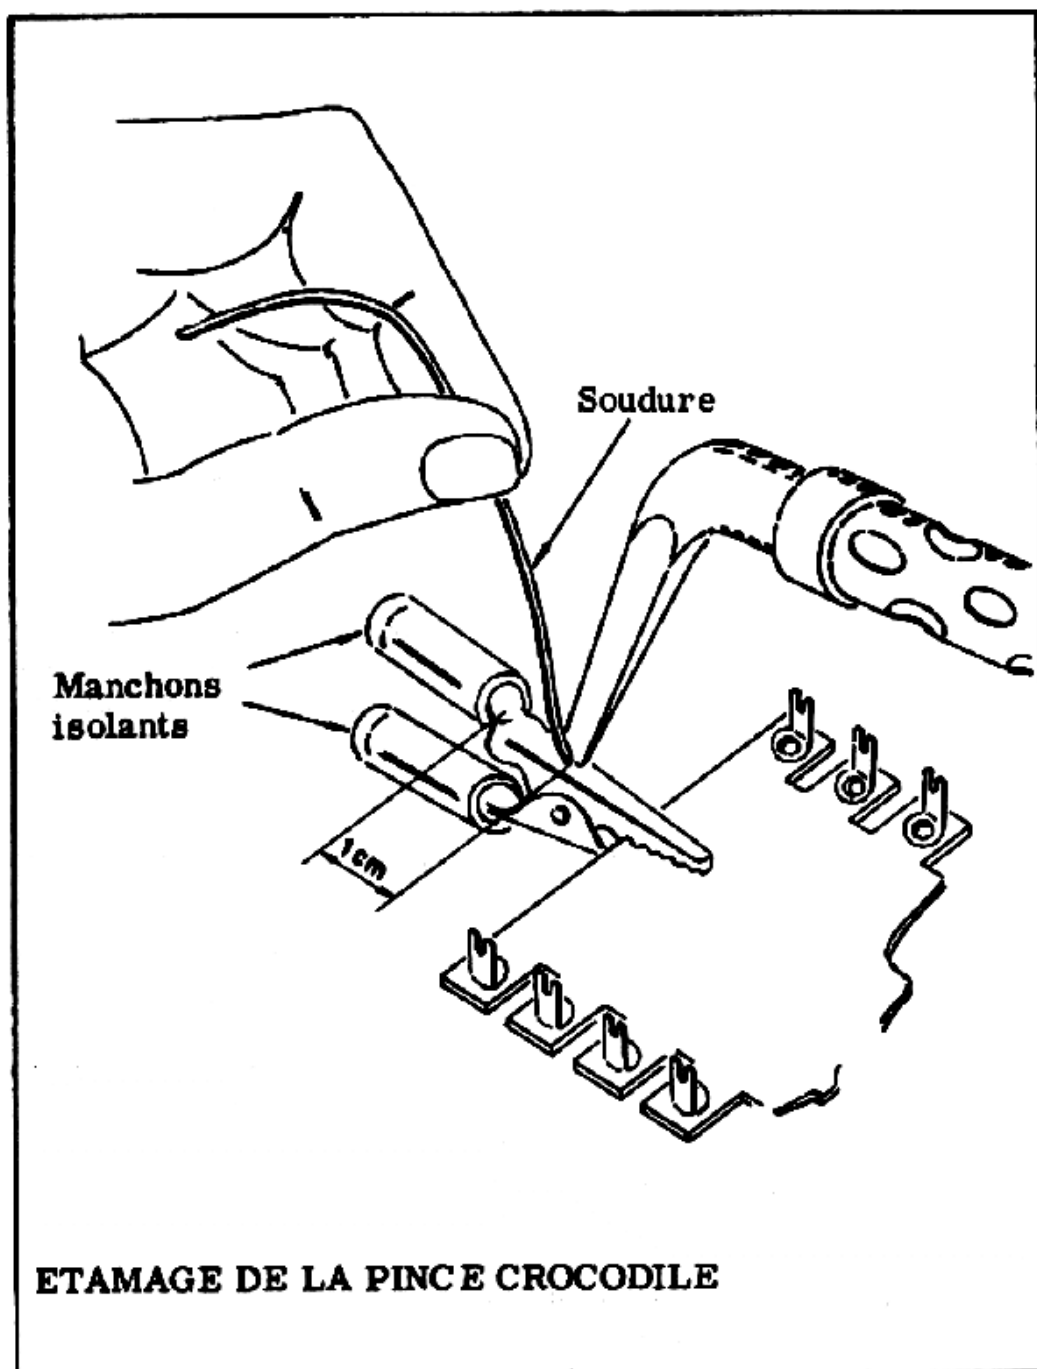

Figure 12
Pour bien réaliser l'étamage et la soudure, la pince crocodile doit être maintenue solidement : en conséquence il faut "la pincer" sur un carton ou sur la plaque : la position de la pince est indiquée sur la *figure 12*.
l) Après avoir fixé la pince crocodile, nettoyez-la bien ; appuyez ensuite la panne du fer à souder à environ 1 cm du manchon isolant (*figure 12*) ; il est nécessaire d'avoir cette marge parce que le manchon recouvert de matière plastique peut être endommagé par la chaleur du fer à souder. En même temps, mettez en contact avec la partie métallique chauffée de la pince crocodile, le fil de soudure et gardez le contact jusqu'à ce qu'une petite quantité d'étain se soit étalée sur la pince.